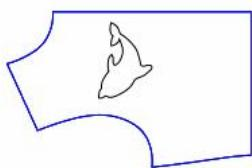

图 1
- 1) 用该工具在工作区纸样上单击右键，纸样的原结构线变色，如下图 1；